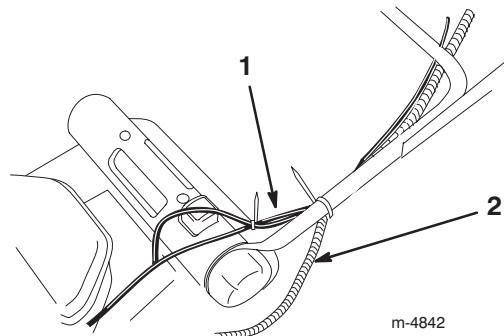

Figura 3
**Nota:** Verificate che i cavi e la guaina elettrica siano infilati come illustrato nella Figura 3.